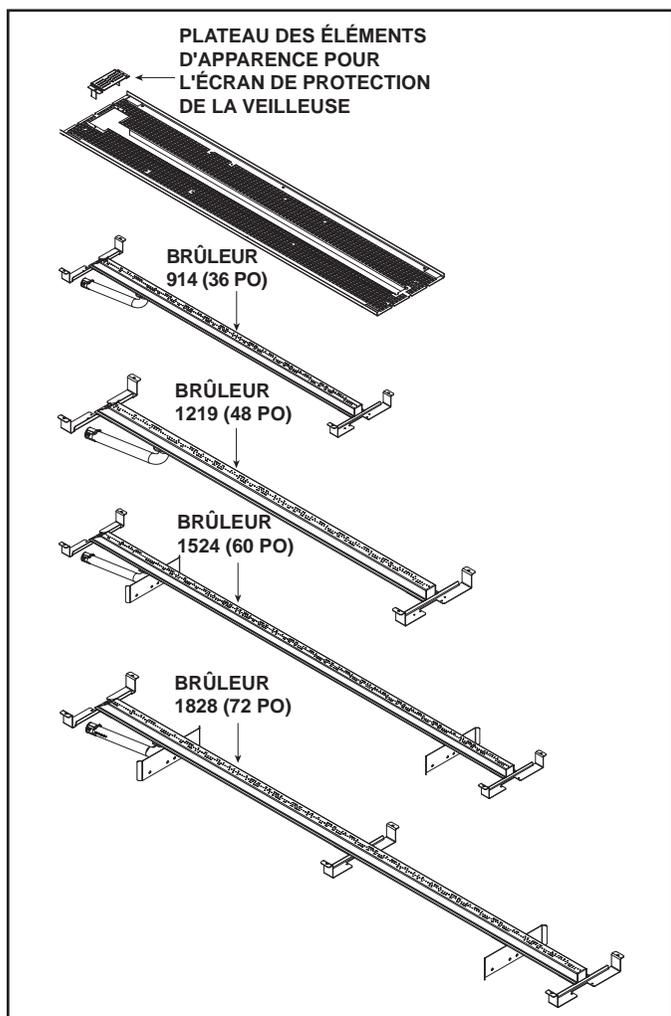

Figure 9.3 Plateau des éléments d'apparence avec brûleur et écran de protection de la veilleuse
7. Retirez le plateau de l'élément d'apparence. Il est fixé à l'intérieur de la base de la boîte à feu avec 10 vis. Voir la figure 9.3.
9. Retirez les quatre vis fixant le brûleur aux côtés de la boîte à feu et dégagez le brûleur de l'orifice. Retirez le brûleur. Voir la figure 9.3.